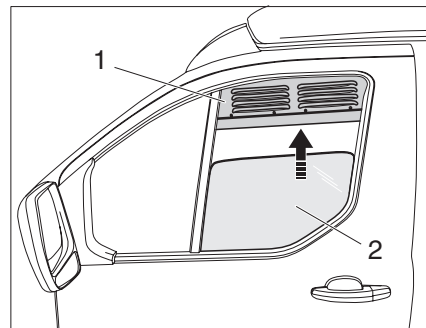

Bild 11 Lüftungsgitter einsetzen
Das Lüftungsgitter (Bild 11,1) während der Fahrt sicher verstauen.
- ▶ Fahrzeugscheibe (Bild 11,2) herunter fahren.
- ▶ Lüftungsgitter (Bild 11,1) oben im Fensterrahmen einsetzen.